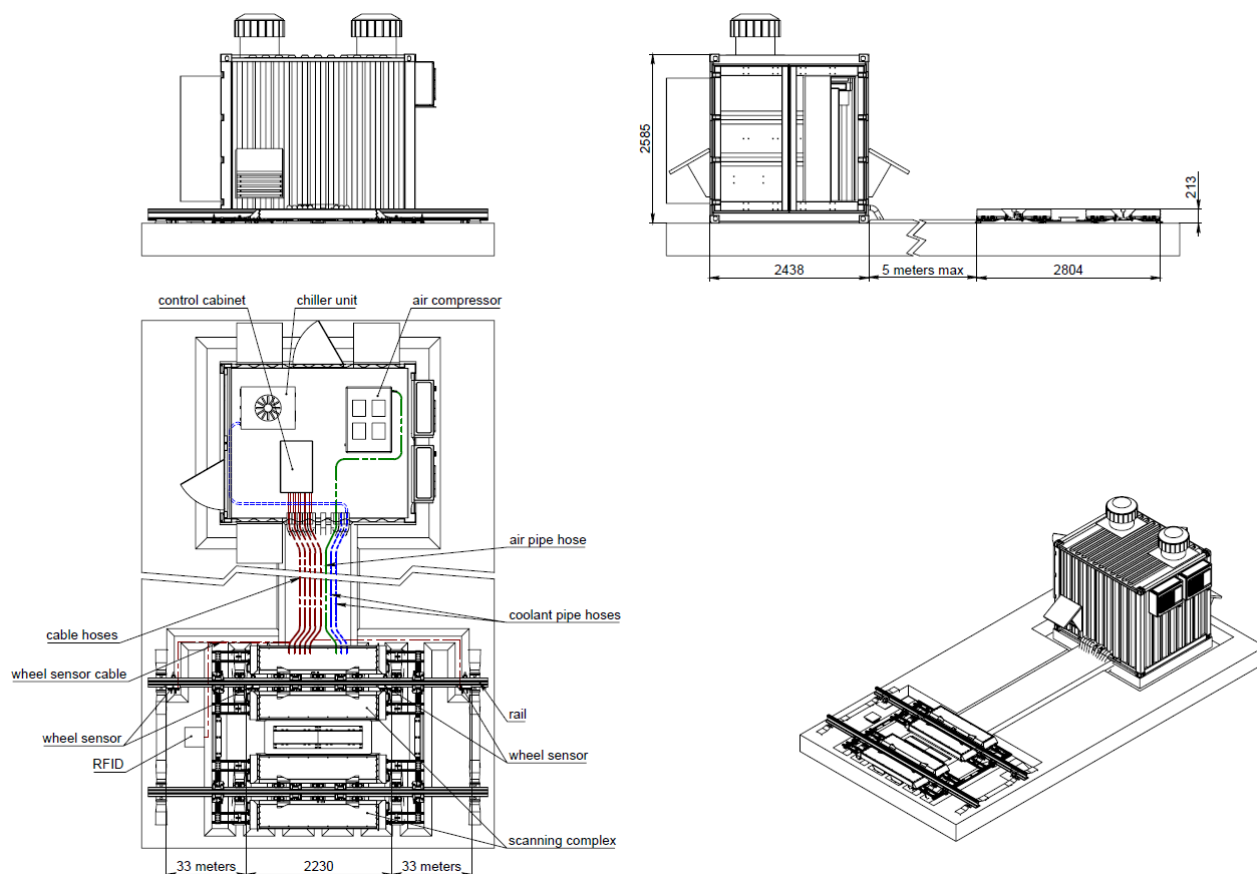

Figura 43 - Desenho Geral de montagem
2. Afrouxe os grampos das longarinas pos.4, 5 (porca DIN 934 M16 pos.6, usando uma chave de 24 mm), posicione as longarinas pos.4, 5 entre os trilhos, em seguida apertar as porcas pos.6. Ver Figura 43 e, para visualização mais detalhada, desenhos DE-9.86.0X.33_710-001-1.